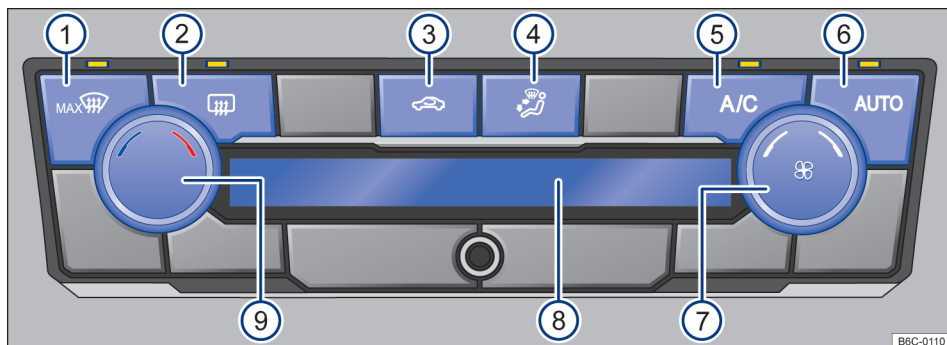

Fig. 85 Comandos do Climatronic.
- *Climatronic*: girar o regulador do ventilador para a esquerda até o batente → Fig. 85 (7).
Com o botão  → Fig. 85 (6) é possível ligar o modo automático do Climatronic.
mático se desliga quando a ventilação é alterada manualmente ou com a alteração da distribuição de ar através do botão → Fig. 85 (4) pressionar.
- *Climatronic*: girar o regulador rotativo esquerdo → Fig. 85 (9).
No display do Climatronic → Fig. 85 (8) é indicada a temperatura ajustada.
- *Climatronic*: girar o regulador do ventilador → Fig. 85 (7).
- *Climatronic*: pressionar o botão → Fig. 85 (4) para posição desejada, a distribuição selecionada será indicada no display (8).
- *Climatronic*: pressionar o botão  → Fig. 85 (1).